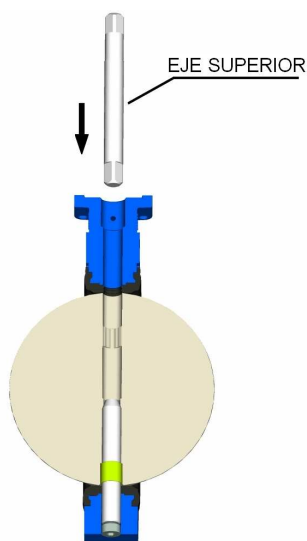

FIG.3
4.- Antes de proceder al montaje (con punta redondeada) por la parte superior del cuerpo hasta hacer tope con el cuadradillo de la mariposa. Esta operación es muy importante y tiene por objeto hacer coincidir exactamente los orificios del cuerpo, anillo y mariposa, evitando que el anillo pueda ser mordido a la hora de introducir el eje superior (Fig.3 Izquierda).